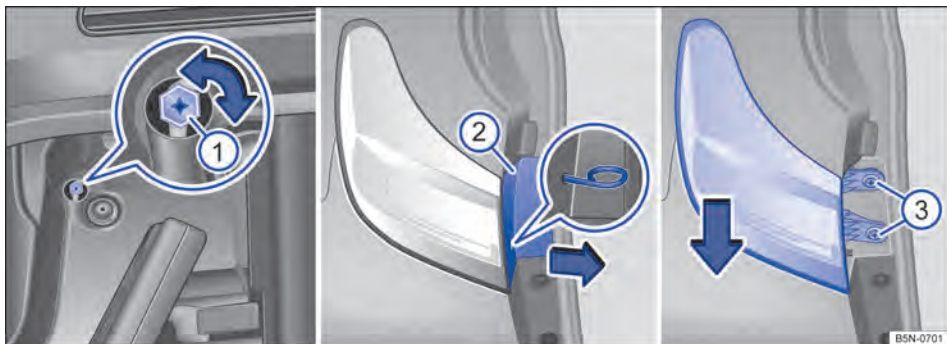

Fig. 248 Lateralmente no compartimento de bagagem: destravar a lanterna traseira, retirar o revestimento e desaparafusar os parafusos de fixação.
3. Introduzir o gancho extrator das ferramentas de bordo (⇒ Página 399) no furo pequeno do revestimento ⇒ Fig. 248 (2). Retirar o revestimento com o gancho extrator no sentido da seta.
5. Girar a trava (1) com a lâmina em cruz da chave de fenda das ferramentas de bordo em 90° no sentido anti-horário até o batente.
6. Desaparafusar os parafusos de fixação (3).
16. Girar a trava ⇒ Fig. 248 ① em 90° no sentido horário até o batente.
19. Segurar a luz traseira na posição de instalação com uma das mãos e apertar os parafusos de fixação com a outra mão ③.
20. Instalar o revestimento ⇒ Fig. 248 ② da lanterna traseira primeiro embaixo, em seguida em cima na posição original.